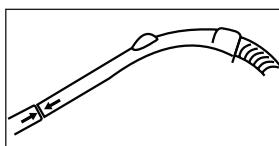
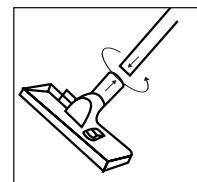

рис. 2
рис. 3
- Поверните наконечник (12) гибкого шланга по часовой стрелке до упора. Для снятия гибкого шланга (13) поверните наконечник (12) против часовой стрелки.
- Вставьте рукоятку гибкого шланга (14) в телескопическую удлинительную трубку (16) (рис. 2).
- Выдвиньте нижнюю часть телескопической трубы на необходимую длину, предварительно нажав на фиксатор (17).
- Выберите необходимую насадку, то есть щетку для пола/ковровых покрытий (18) или щелевую насадку (20), и подсоедините ее к телескопической удлинительной трубке (16) (рис. 3).
- Щелевую насадку (20) можно подсоединять непосредственно к рукоятке гибкого шланга (14).